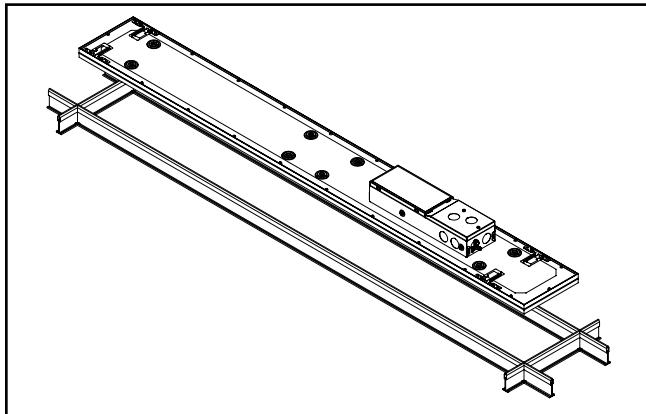

Figure 2.
- Passez le luminaire dans la grille à un angle de 45 degrés puis déposez-le sur la grille (Figure 2).